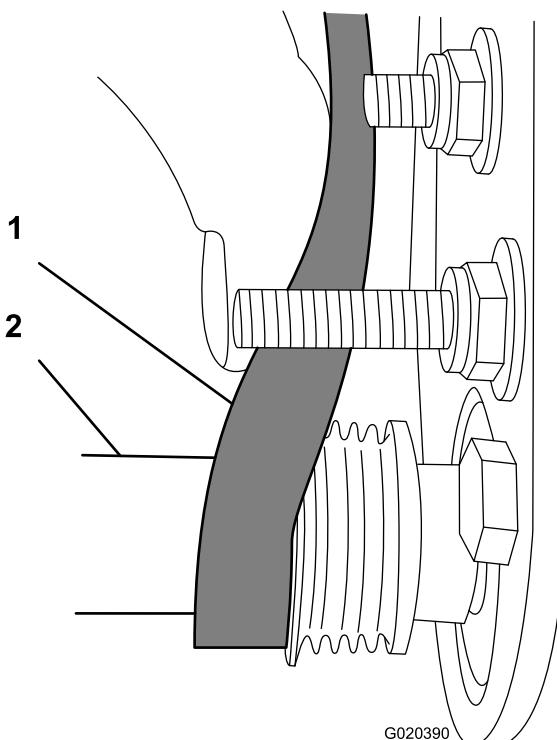

Figura 25
- Utilice una llave de vaso profundo de 9/16" para girar el conjunto del cepillo y guiar la corredera sobre la polea arrastrada (Figura 25).